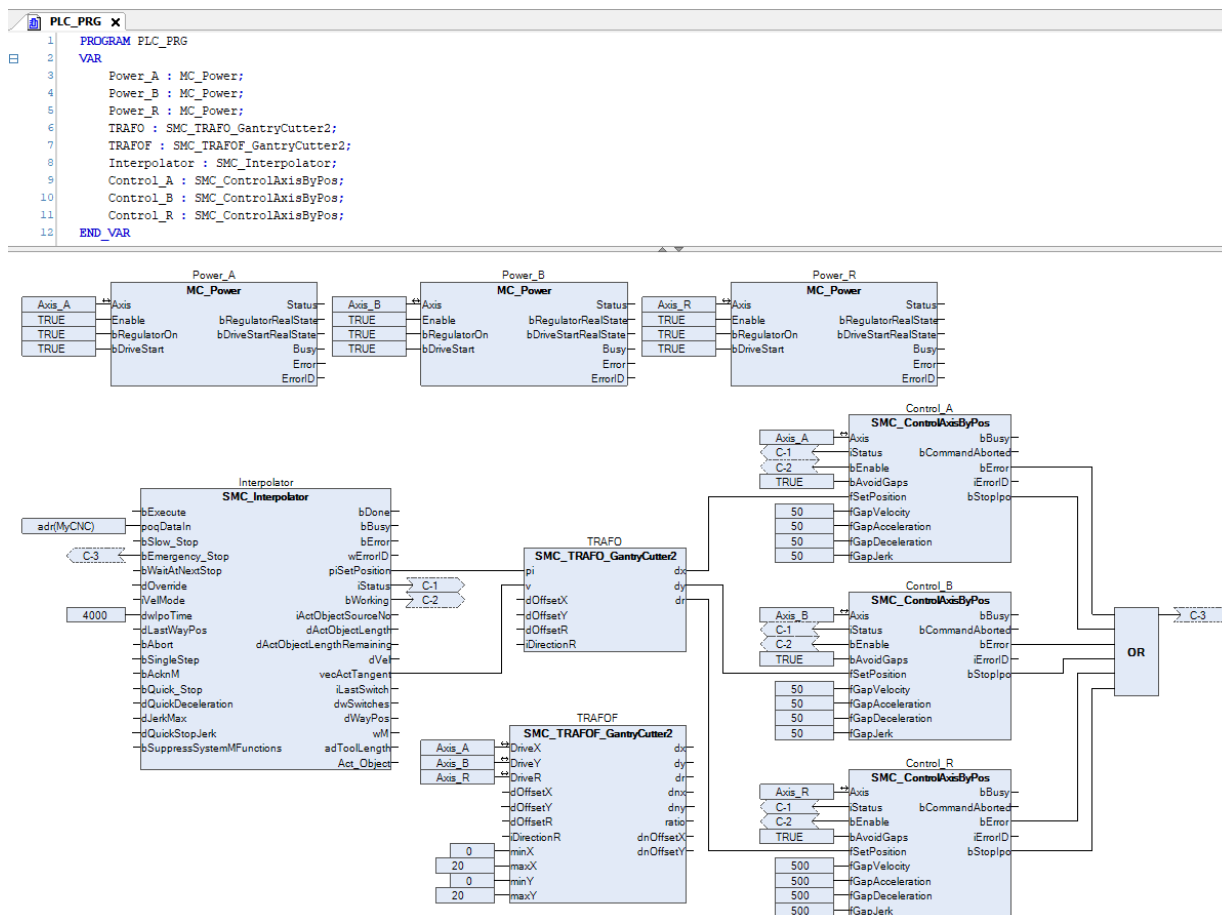

Figura 5.28: Programa para executar caminhos CNC.
O programa padrão para executar um caminho CNC controlando um sistema do tipo pórtico 2D com um eixo tangencial é apresentado na Figura 5.28.
- Declare as instancias dos blocos de função e faça as ligações dos blocos como apresentado na Figura 5.28.